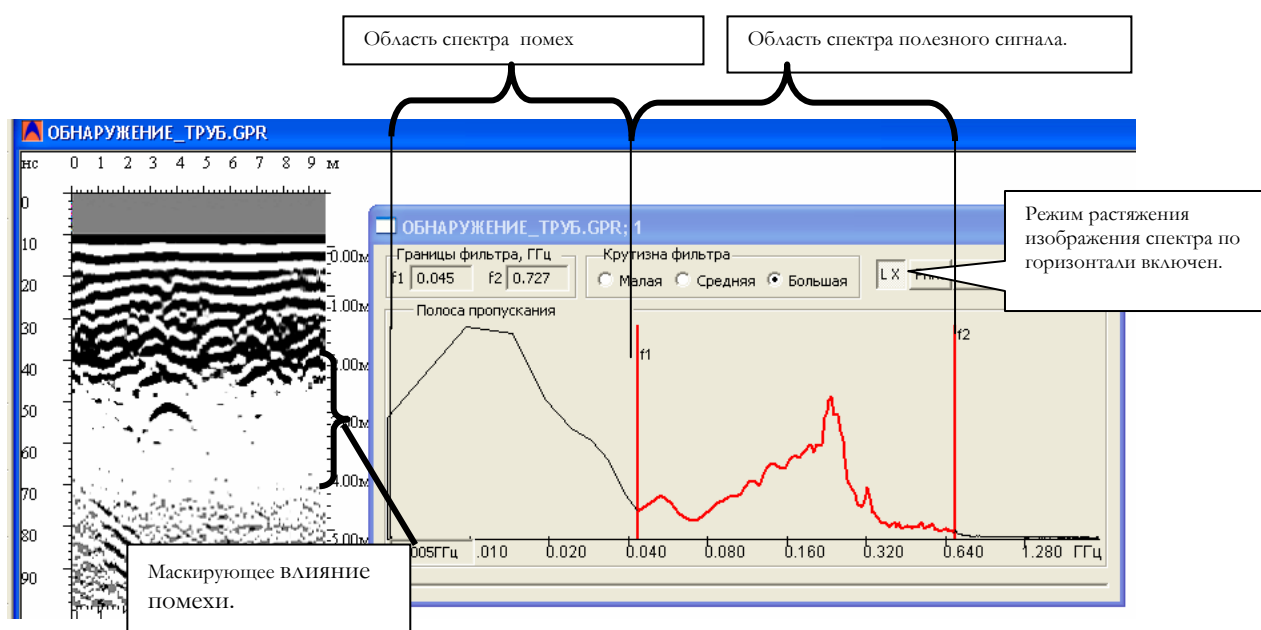

Рисунок 4.5.5 Спектр радарограммы с низкочастотной помехой в виде "сноса" сигнала.
2. Нажатием кнопки  на панели инструментов главного окна программы открыть окно частотного спектра всей радарограммы. В левой части окна отчётливо виден подъём линии спектра в области низких частот, соответствующий помехе (Рисунок 4.5.5).
3. Установить границы полосового частотного фильтра так, как показано на Рисунок 4.5.5.